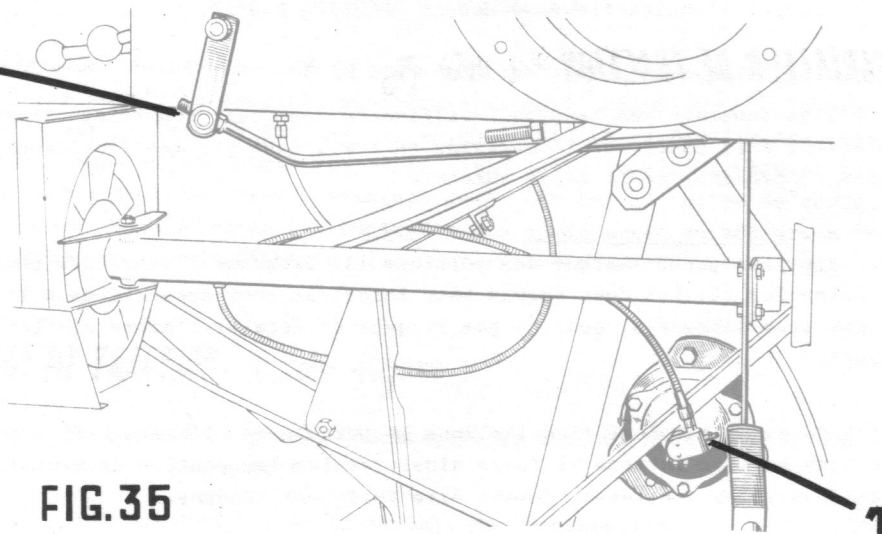

FIG.35
- Injecter de la graisse dans le renvoi d'angle (1 fig.26) assurant la manoeuvre de la raclette de nettoyage du radiateur, dans le palier-support de l'arbre vertical du renvoi (3 fig. 26) ainsi que dans le renvoi du tachymètre du batteur - 1 graisseur (1 fig.35)